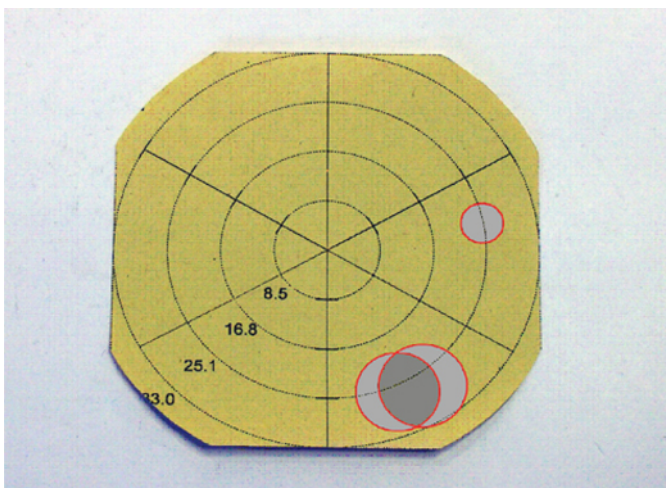

Figure 2
- se chevauchent (figure 2)
- les lobes sont très décentrés (figure 2)